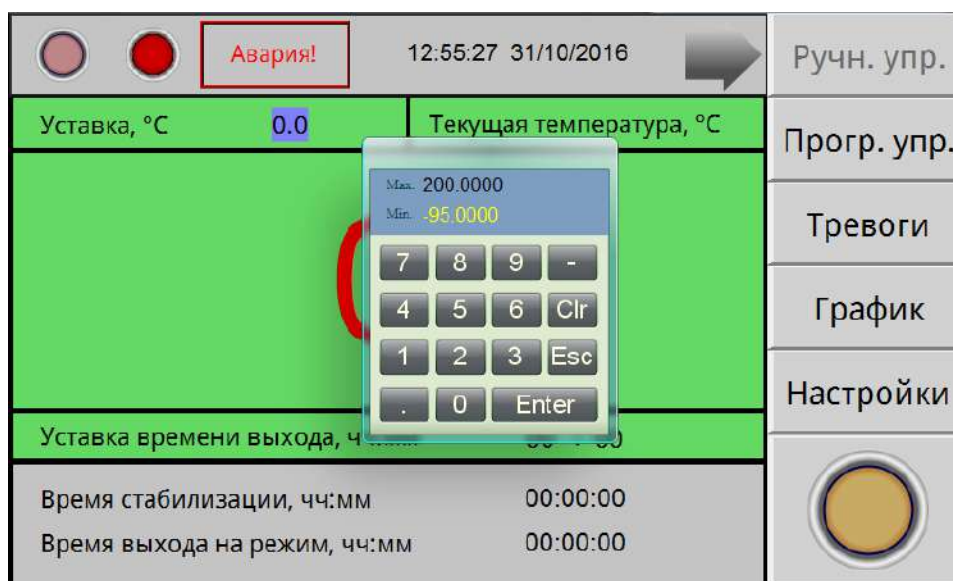

Рисунок 4
8.3 Для задания температуры уставки необходимо нажать поле на экране, в данном случае поле напротив надписи «Уставка». На экране появится вспомогательное окно ввода цифровой информации (рисунок 4). Набрать число, соответствующее задаваемой температуре. Для ввода температуры